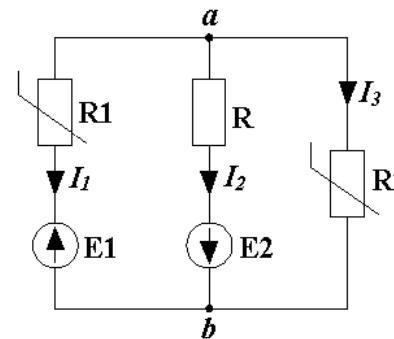
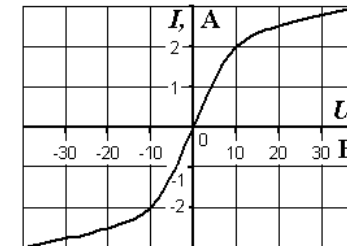

Рис. 2.7
Рис. 2.8
2.4.1. Рассчитать токи в цепи (рис. 2.7) методом двух узлов, если  $E_1 = 30 \text{ В}$ ,  $E_2 = 35 \text{ В}$ ,  $R = 5 \text{ Ом}$ . ВАХ одинаковых нелинейных резисторов  $R_1$  и  $R_2$  дана на рис. 2.8.